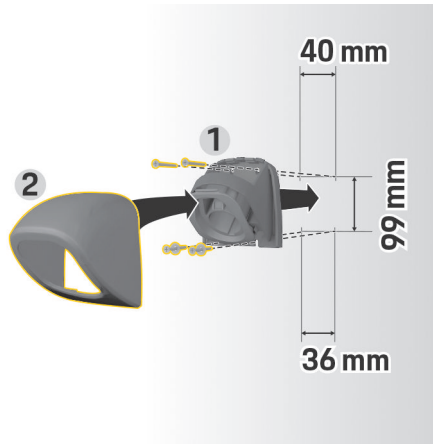

Fig. 96 Medidas de taladrado
1. Retire el soporte de enchufe 1 (Fig. 96) de la cubierta 2 (Fig. 96).
4. Atornille el soporte de enchufe 1 (Fig. 96) a la pared.
5. Coloque la cubierta 2 (Fig. 96) desde abajo sobre el soporte de enchufe 1 (Fig. 96) y presionar hacia arriba.